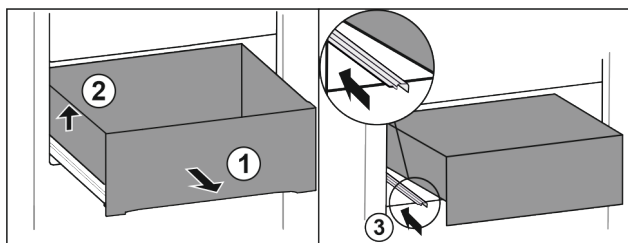

Fig. 96
- ▶ Wysunąć szufladę do oporu. Fig. 96 (1)
- ▶ Unieść szufladę po lewej. Fig. 96 (2)
- ▶ Wsunąć lewą szynę. Fig. 96 (3)